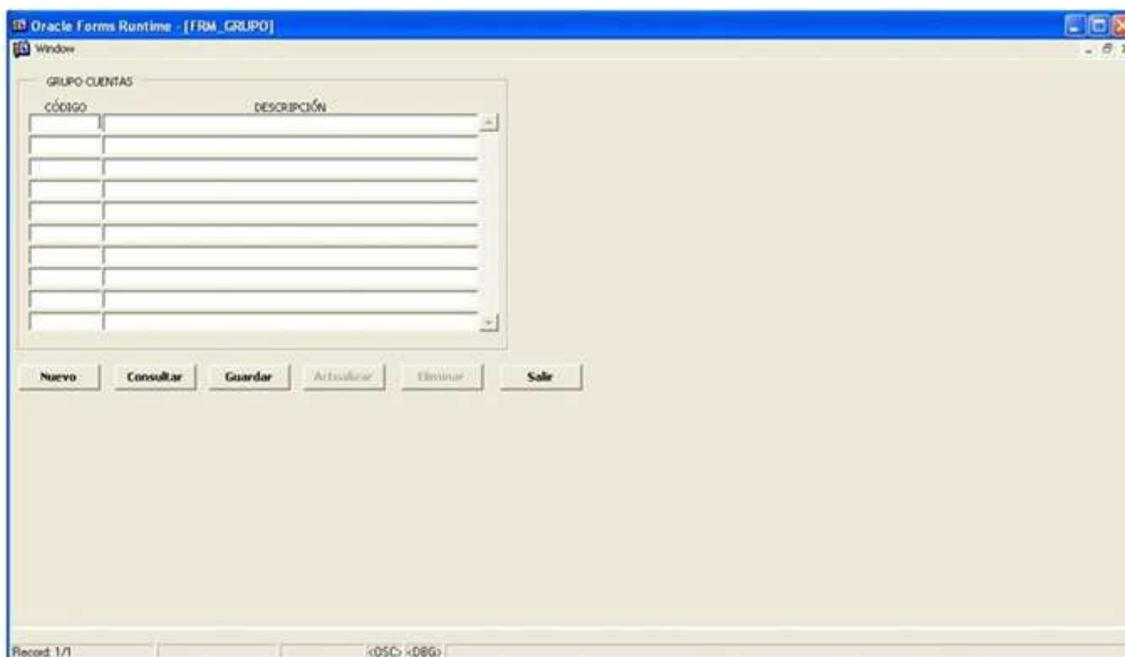

Figura 5-24. Pantalla Grupo
2. Dé clic en la opción <Grupo> y le aparecerá la siguiente pantalla: (Véase figura 5-24).